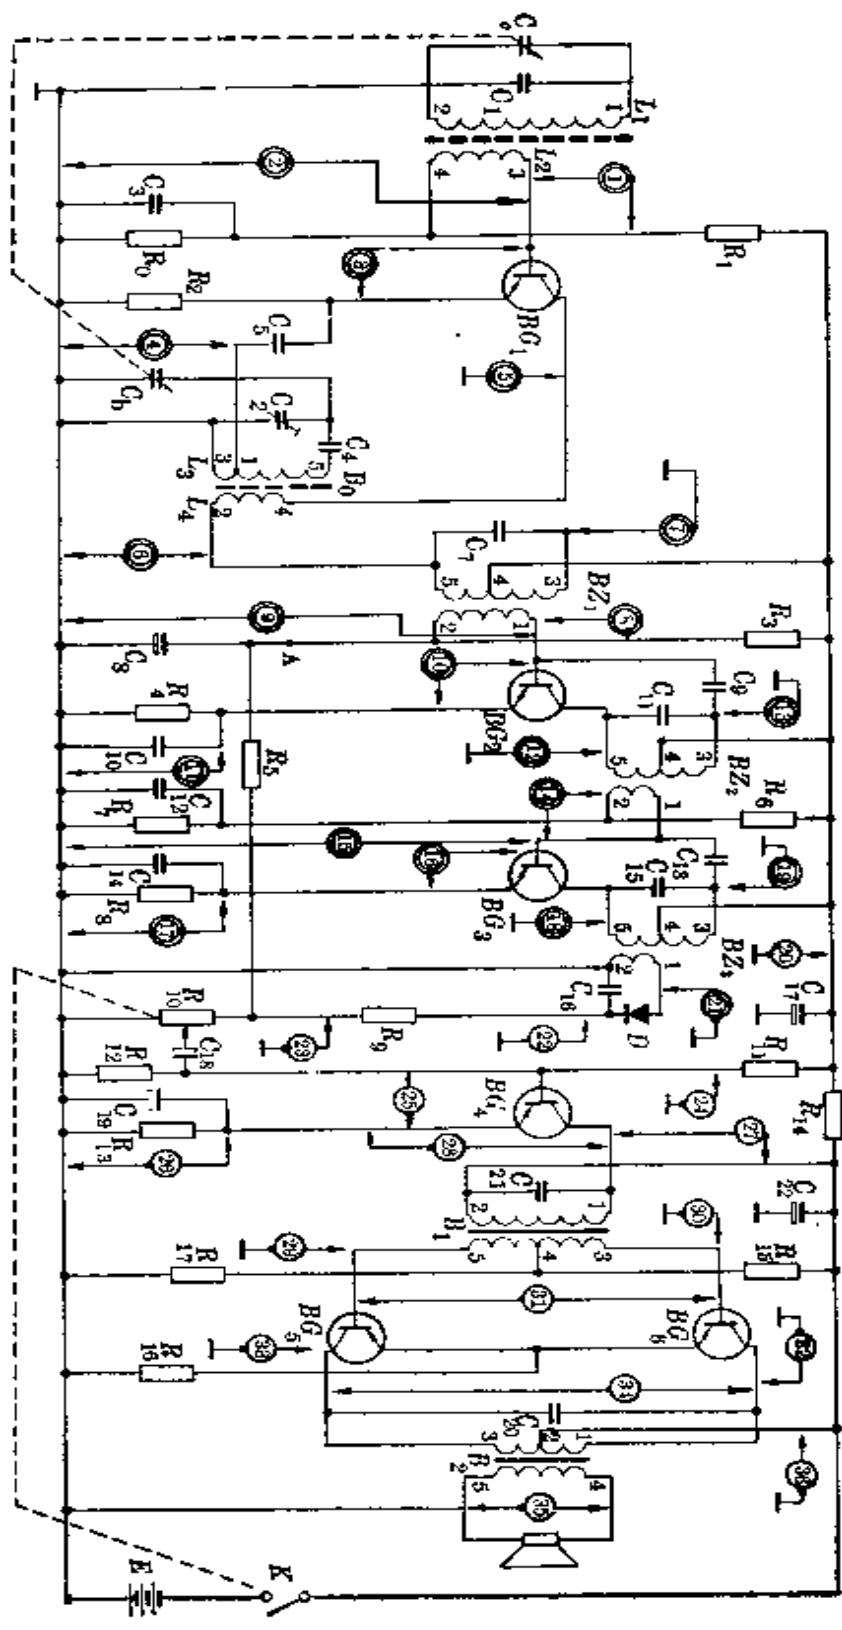

图 13-13
以前面介绍过的典型外差式六管晶体管收音机(图 13-13)为例。图中①~⑳各点是用寻迹器进行测试的位置。本节末的附表供判断故障参考。表中还列出了可利用万用电表测出的某些直流回路故障,以“※”号标出。